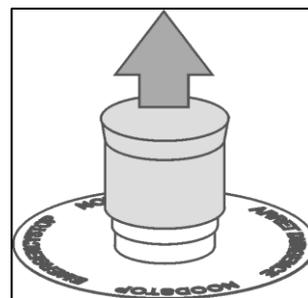

Abb. 5-2
2. Ziehen Sie die rote Kappe des NOT-AUS-Schalters nach oben (Abb. 5-2).